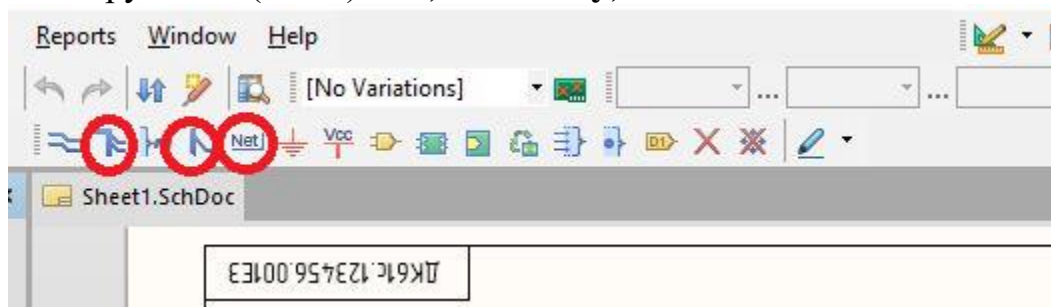

Рис.6. Place Bus, Bus Entry, Net Label
1.6. Якщо необхідно зробити шину, то для цього використовуємо 3 інструменти (Рис.6) **Bus**, **Bus Entry**, **Net Label**.